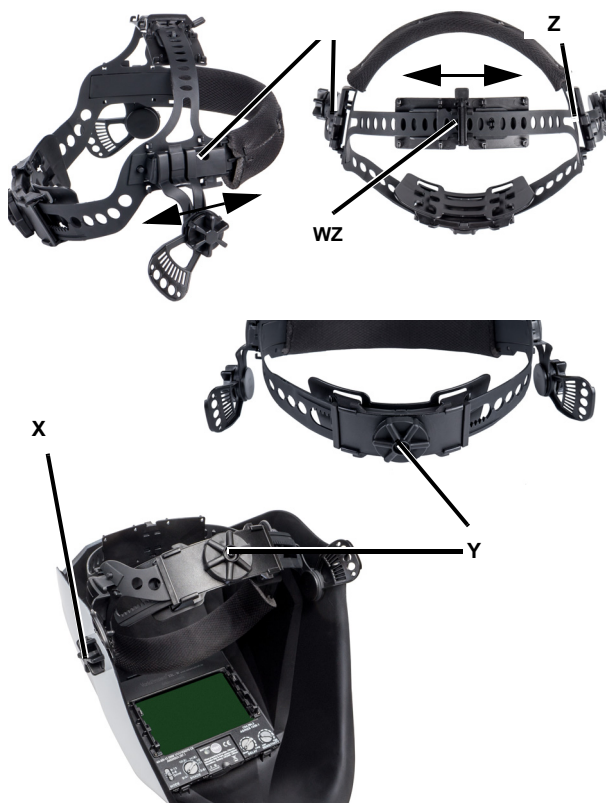

Fig. 6: Ajuste de las bandas para la cabeza
1. superiores del arnés W (Fig. 6) - de ajuste en la dirección de la flecha ancha o más estrecha, para ajustar el casco a una posición apropiada.